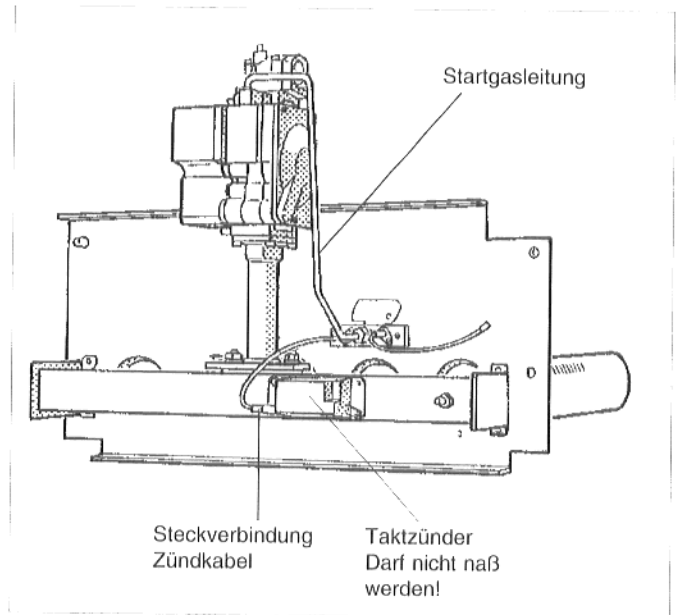

Abb. 35: Gasbrenner
- Steckverbindung des Zündkabels am Taktzünder lösen (Abb. 35).
- Startgasleitung am Startbrenner lösen (Abb. 35).
- Die beiden Schrauben am Startbrenner lösen und Startbrenner vorsichtig herausziehen (Abb. 35).
- Brennerstäbe in Wasser mit Reinigungsmittel tauchen und abbürsten. Dabei darauf achten, daß der Wärmeschutz am Brennerschild und der Taktzünder nicht naß werden! Taktzünder gegebenenfalls abschrauben (Abb. 35).